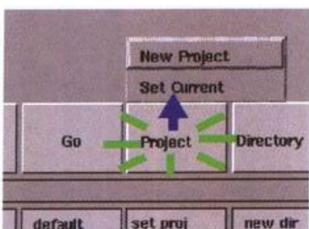

图 1-5
(3) 在文件浏览器的右下角有 6 个菜单按钮，单击并按住 Project 按钮，显示 Project 菜单。移动到 Set Current 项，释放鼠标，如图 1-5 所示。